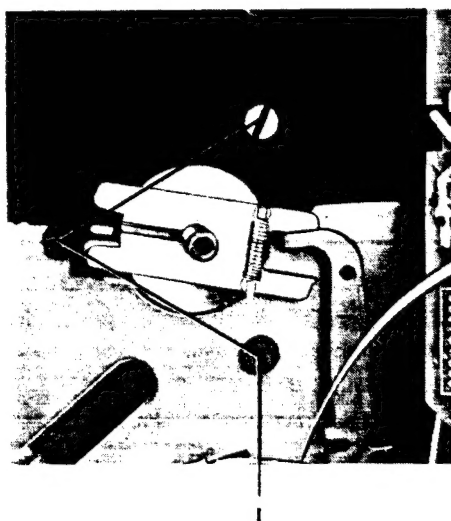

Abb. 9 Wickelmotor
- 14. Wickelmotor 46 [Abb. 9]**